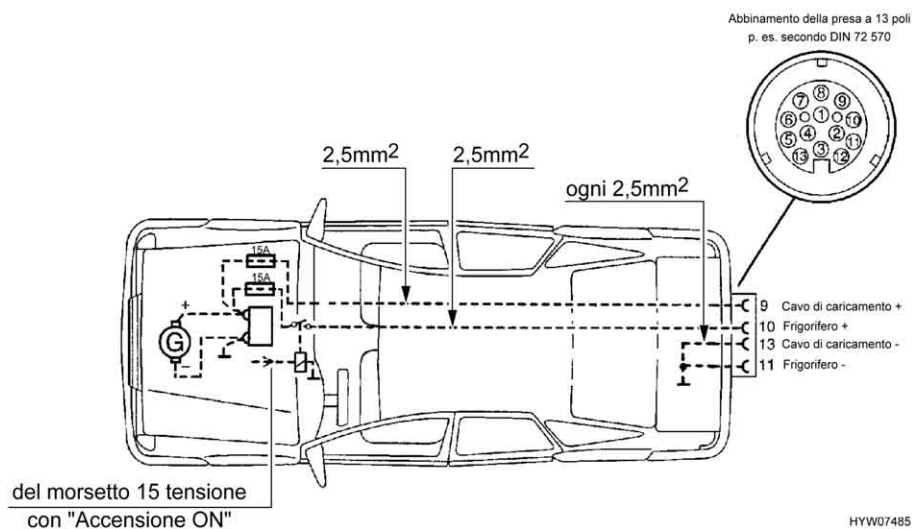

Fig. 64 Installazione per veicolo trainante (pacchetto autarchico)
- ▷ Attrezzare la motrice con le sezioni di cavo relative e con un relais per l'alimentazione elettrica (comandata tramite accensione) (vedi Fig. 64).